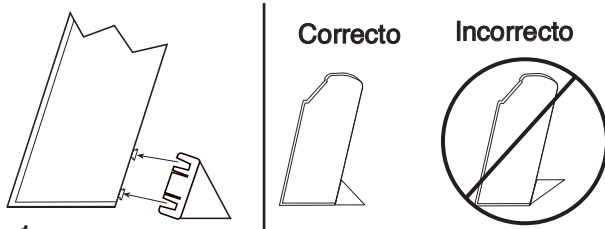

Figura 1
2. Extraiga del embalaje las extensiones de las patas de soporte plásticas. Alinee las ranuras y deslice la extensión en los paneles extremos, como se muestra (vea la Figura 1).